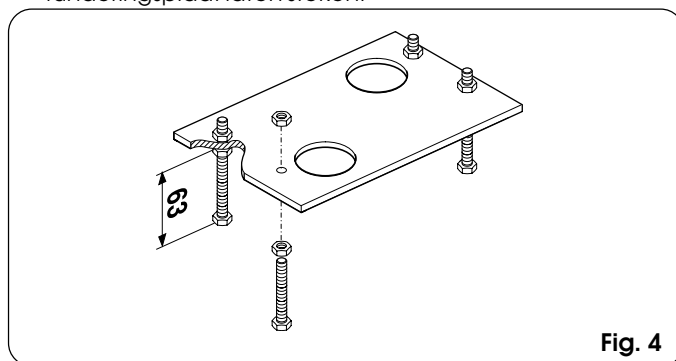

Fig. 4
- 1) Assembleer de funderingsplaat zoals is aangegeven op fig. 4.